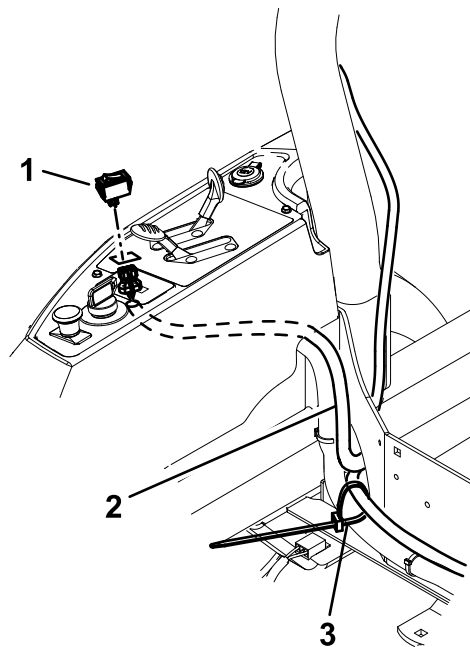

Figura 5
8. Fate passare il cablaggio delle luci sotto al telaio di montaggio del ROPS e inserite i fili nell'apertura rettangolare sul quadro di comando (Figura 5).
9. Collocate l'interruttore delle luci sul lato superiore del quadro di comando e collegatelo al cablaggio preassemblato delle luci (Figura 5).
11. Fissate senza serrare il cablaggio delle luci al cablaggio principale con le fascette (Figura 5).